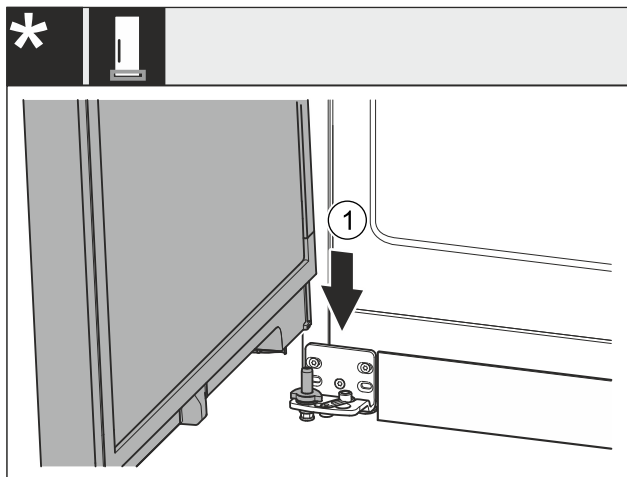

Fig. 44 *
- Inserire la porta dall'alto sul perno di supporto Fig. 44 (1) inferiore.*